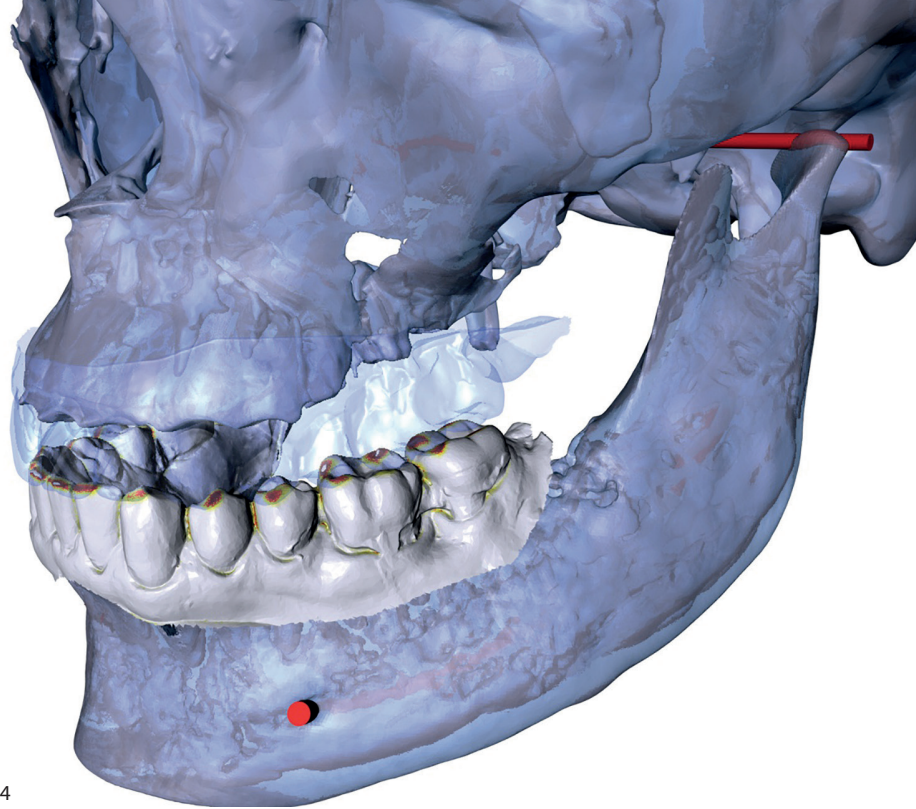

Abb. 4
**Abb. 4:** Auf der IDS 2015 wurde erstmals eine byzz 4-D-STL-Animation vorgestellt, die in der Überlagerung von 3-D-Röntgen sowie Intraoral- oder Modellsca die patientenspezifischen Kaugewebungen (Freecorder® BlueFox) visualisiert, Berührungen detektiert und diesen Erkenntnisgewinn offenen CAD/CAM-Systemen zur Verfügung stellt.